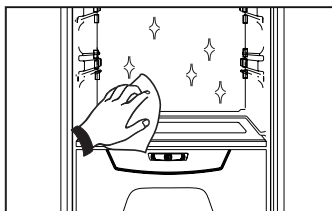

Fig.2
- Si hay residuos de agua o alimentos, saque todos los accesorios y limpie el aparato usando un paño suave, humedecido con agua al clima y una pequeña cantidad de detergente líquido neutro (o con bicarbonato disuelto en agua 1 cucharadita por litro de agua). Enjuague perfectamente y seque. Ver Fig.2